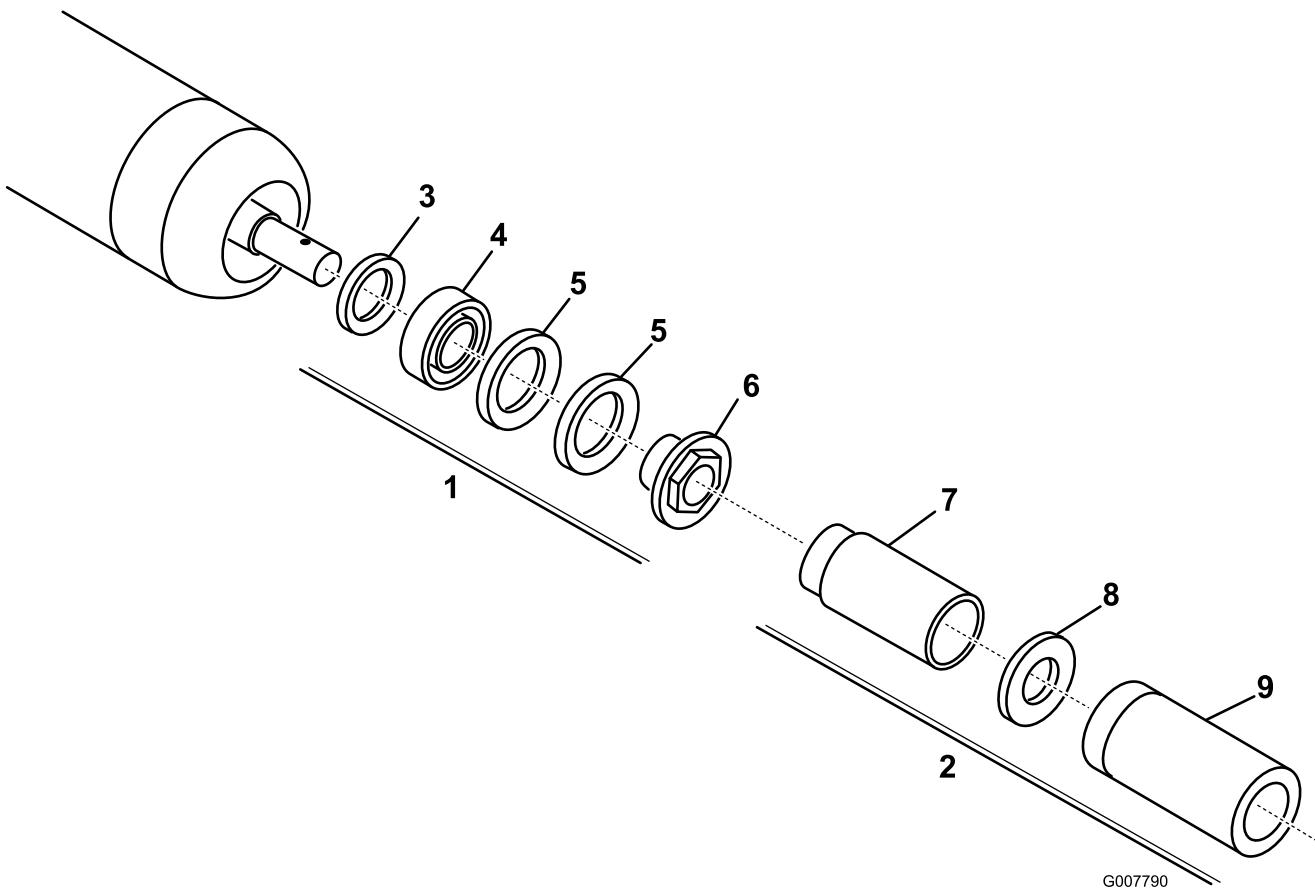

**Figura 37**
- Apriete la tuerca de tensado del muelle hasta que el muelle esté comprimido del todo, luego aflojela 1/2 vuelta (Figura 37).